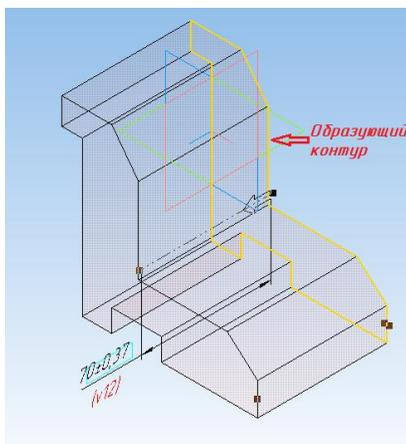

Рис. 1. Контур элемента выдавливания
- в эскизе может быть один или несколько контуров (рис. 1);